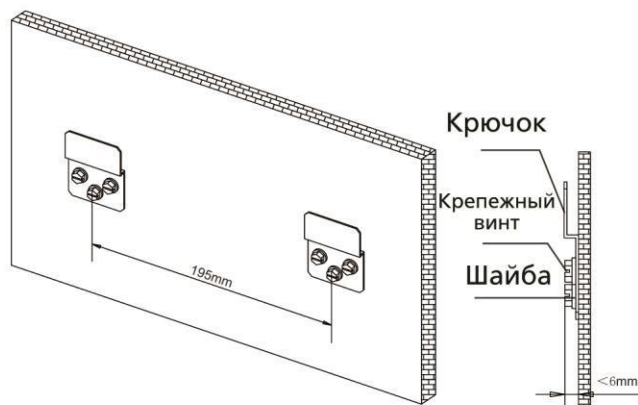

Fig.5-3
- Закрепите крюк на стене при помощи крепежного винта (см. Рис. 5-3)